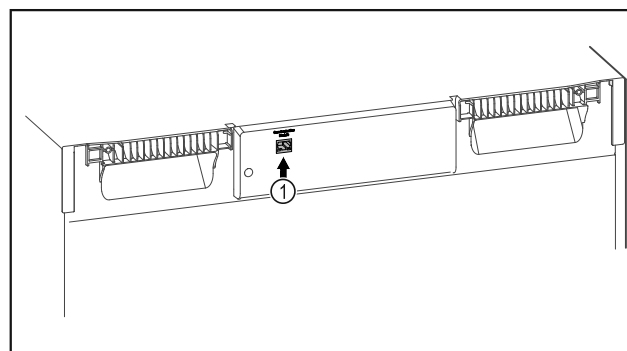

Fig. 126
- SmartModule Fig. 126 (1) är insatt.